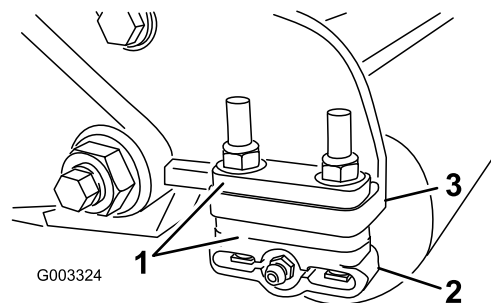

Figure 11
1. Réglez les supports du rouleau arrière (Figure 11) à la plage de hauteur de coupe voulue en positionnant le nombre correct d'entretoises sous le rebord de la plaque latérale (Figure 11) en vous reportant au Tableau des hauteurs de coupe (page 10).